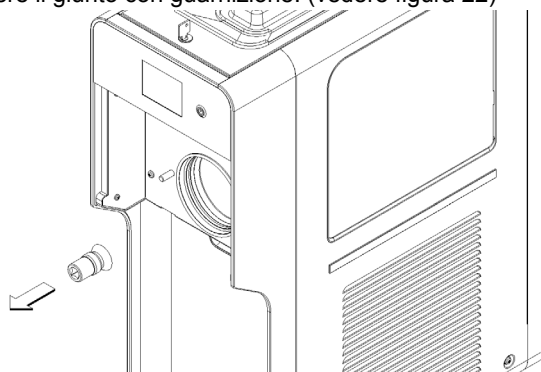

figura 22
- 8 Rimuovere il giunto con guarnizione. (vedere figura 22)